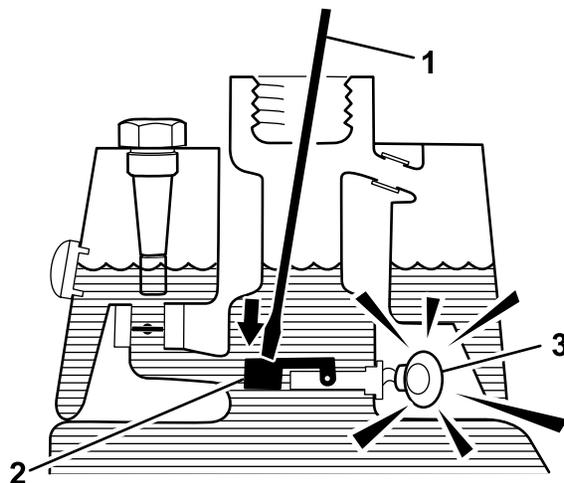

図 60
3. 汚れのついていない鉄の棒やねじ回しなどをタンクの首から差し込んで、スイッチのフロート(図 60)を押し下げる一秒後にアラームがなれば正常。